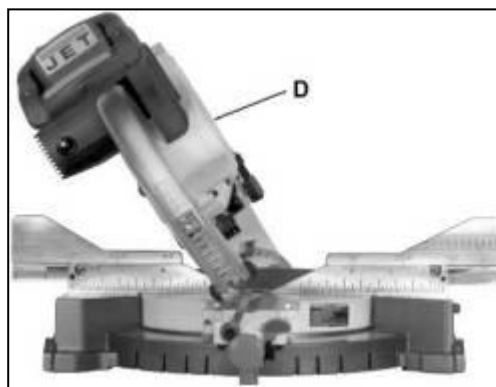

Рис. 28
1. Вытяните *фиксатор угла наклона* (E) .
2. Ослабьте *ручку фиксации наклона* (A).
3. Наклоняйте пильную *голову* (D, рис. 28), пока *фиксатор угла наклона* (E) не остановится зажав в паз угла наклона 33.9 ° на линейке *наклона* (F).
4. Зажмите *ручку фиксации наклона* (A) прежде, чем делать распиливание.